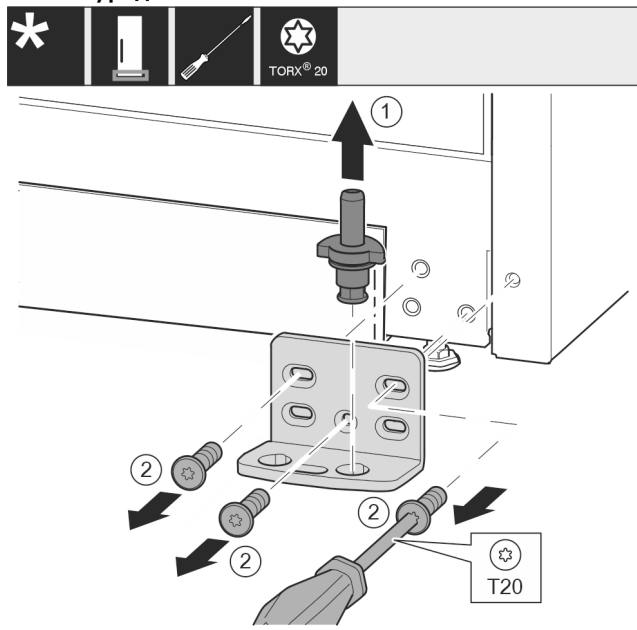

Fig. 12
- ▶ Извадете изцяло нагоре лагерния болт. Fig. 12 (1)
- ▶ Отвийте винтовете с отвертка T20 и свалете лагерната стойка. Fig. 12 (2)